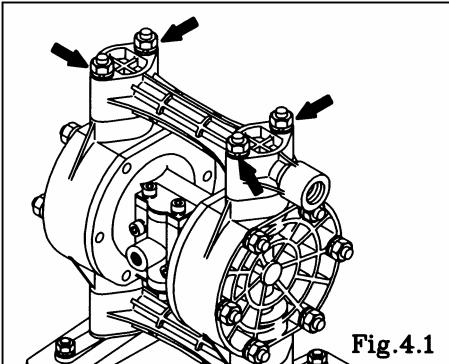

Fig.4.1
Vea [9. Vista despiezada] en la pág. 9. y siguientes. (Las Fig. 4.1, 4.2, 4.3 y 4.4 muestran DP-15 BP_)
- Retire las 4 tuercas retenedoras del colector de salida y quítelo. [Fig. 4.1]